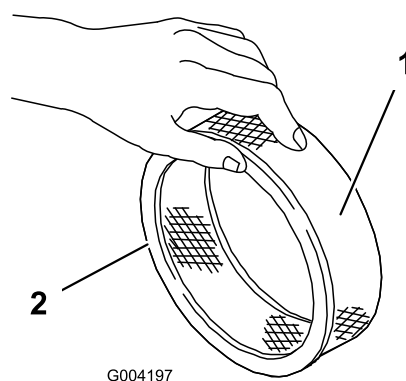

Figure 19
- Tapotez doucement l'élément en papier sur une surface plane pour faire tomber la poussière et la saleté (Figure 19).
- Glissez délicatement le préfiltre en mousse sur l'élément en papier (Figure 19).